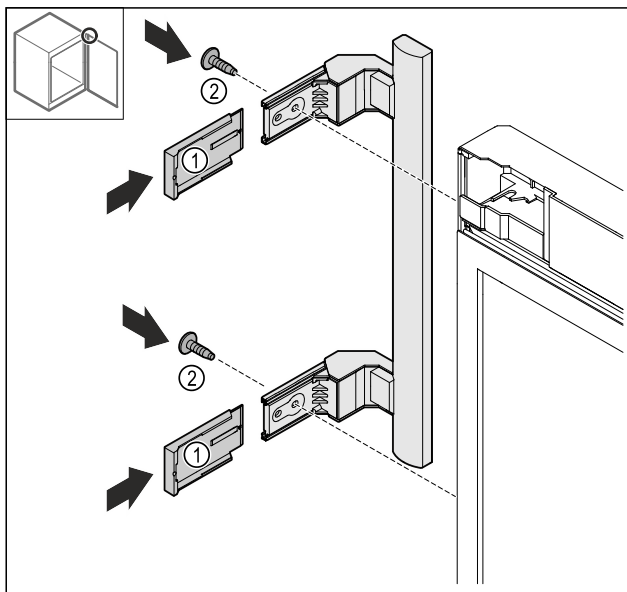

Fig. 25
- Надвиньте крышки Fig. 25 (1).